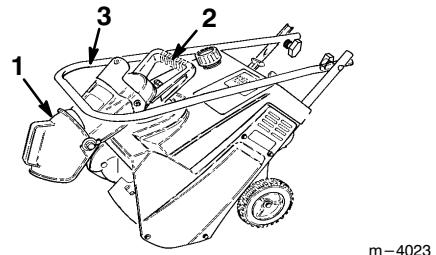

Figure 7
2. Rabattre l'éjecteur vers le bas et revisser solidement le bouton sur le boulon à l'arrière de la poignée de l'éjecteur (Fig. 7).
3. Desserrer les boutons du mancheron et replier celui-ci vers le bas sur la déneigeuse (Fig. 7).
4. Porter la machine en la tenant par la poignée de l'éjecteur (Fig. 7).